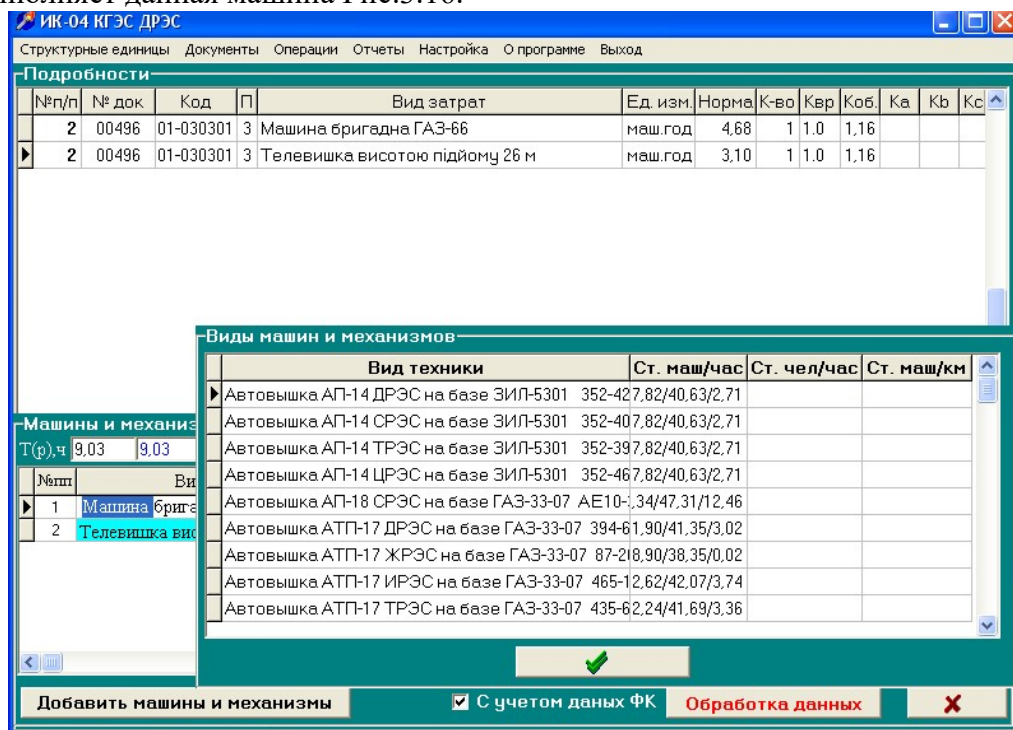

Рис.3.13
- нажмите клавишу **Добавить машины и механизмы**. При этом появится вспомогательная таблица **Виды машин и механизмов** Рис.3.13;